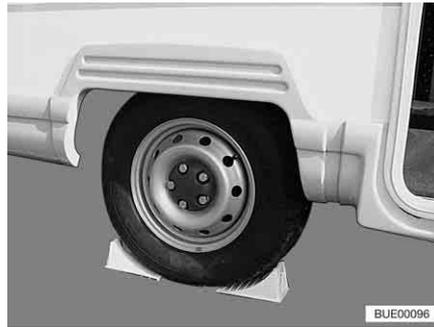

Fig. 274 Asegurar el vehículo
- Colocar las cuñas de calzo u objetos similares adecuados debajo de la rueda opuesta para asegurar el vehículo (Fig. 274).